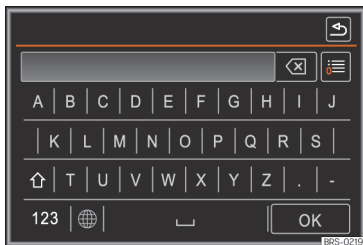

Fig. 226 Masque de recherche.
- Saisissez le nom du contact que vous recherchez dans le masque » » fig. 226. À mesure que vous entrez les caractères, le système